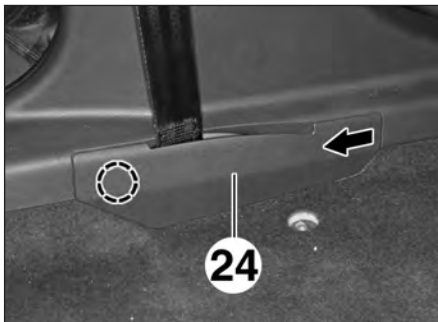

FIG.33
- Dégrafer le cache (24) du point de fixation inférieure de la ceinture de sécurité (Fig.33).
- Tirer le cache (24) vers l'arrière pour le déposer.